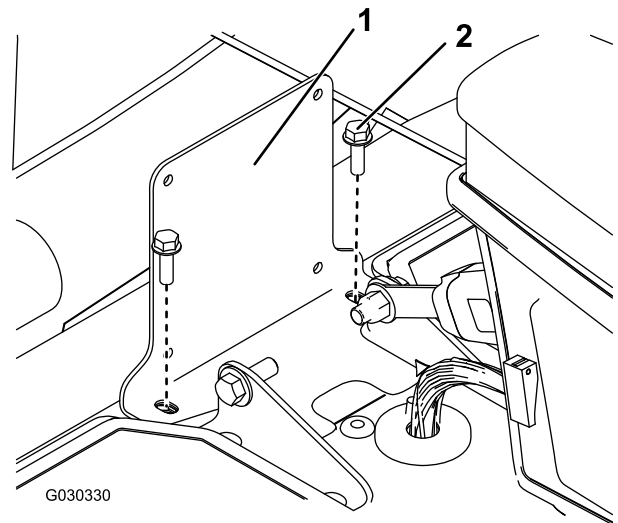

Figure 7
2. Retirez les 2 boulons et montez le support sur le cadre du siège de la machine (Figure 7).